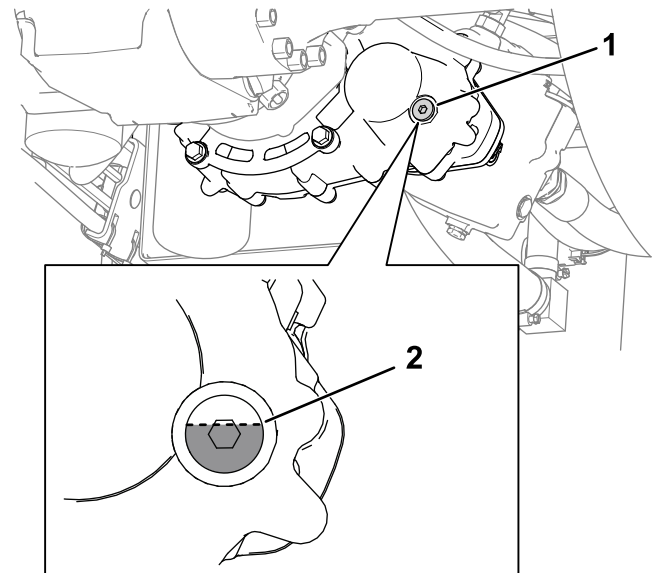

Figure 110
1. Contrôlez le niveau d'huile indiqué par le bouchon regard ; le niveau d'huile doit être légèrement au-dessus du centre du bouchon regard, comme montré à la Figure 110.